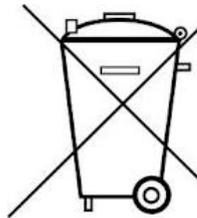

Fig. 2: Montaje experimental con el tubo de Kundt
- Se dota el tubo de Kundt con las sondas de micrófono y se erige. (véase Fig. 2).